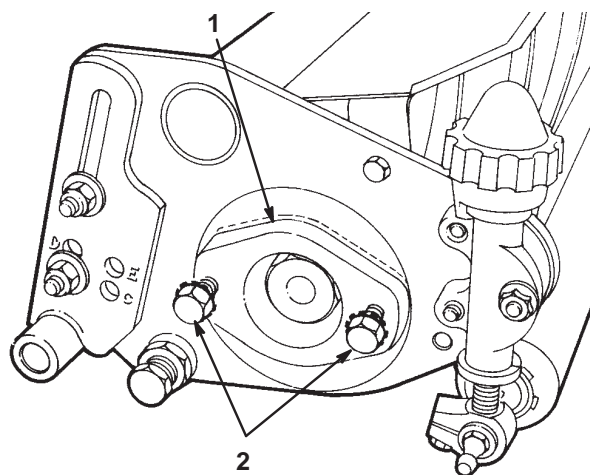

図18
3. カuttingユニット両側のベアリング・ハウジングから取り付けボルトを外す (図18)。